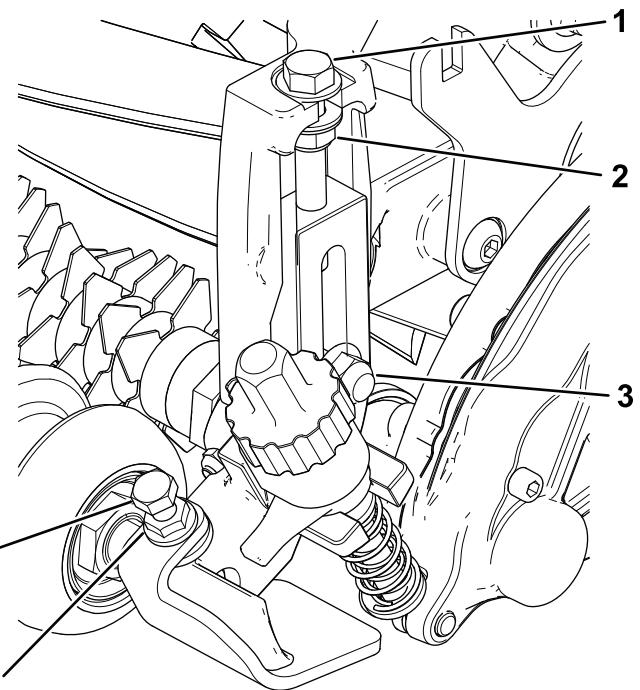

Bild 13
5. Ziehen Sie die Schlossschrauben und Sicherungsmuttern an, mit denen die Schnithöhenhalterungen an der Seitenplatte befestigt sind (**Bild 13**).
6. Ziehen Sie die Sicherungsmutter an der Schnithöhen-Einstellschraube fest, und lösen Sie die Mutter dann wieder um eine halbe Umdrehung (**Bild 13**).
7. Zentrieren Sie die Frontrolle zwischen den Schnithöhenhalterungen (HOC) und arretieren Sie sie mit den Kopfschrauben und Bundmuttern an den Halterungen (**Bild 13**).